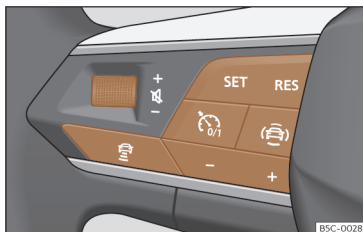

Fig. 130 No volante multifunções: botões para utilizar o ACC.
- Pressione o botão  do volante multifunções >>> **Fig. 130**.
- Para começar a regulação pressione o botão **SET** >>> **Fig. 130**.
Para programar a velocidade pressione os botões + ou - >>> **Fig. 130** até à velocidade pretendida. O ajuste de velocidade realiza-se em intervalos de 10 km/h (5 mph).
- Pressionar o botão  e, em seguida, o botão + ou - >>> **Fig. 130**.
- Pressione brevemente o botão  >>> **Fig. 130** ou pressione o pedal do travão.